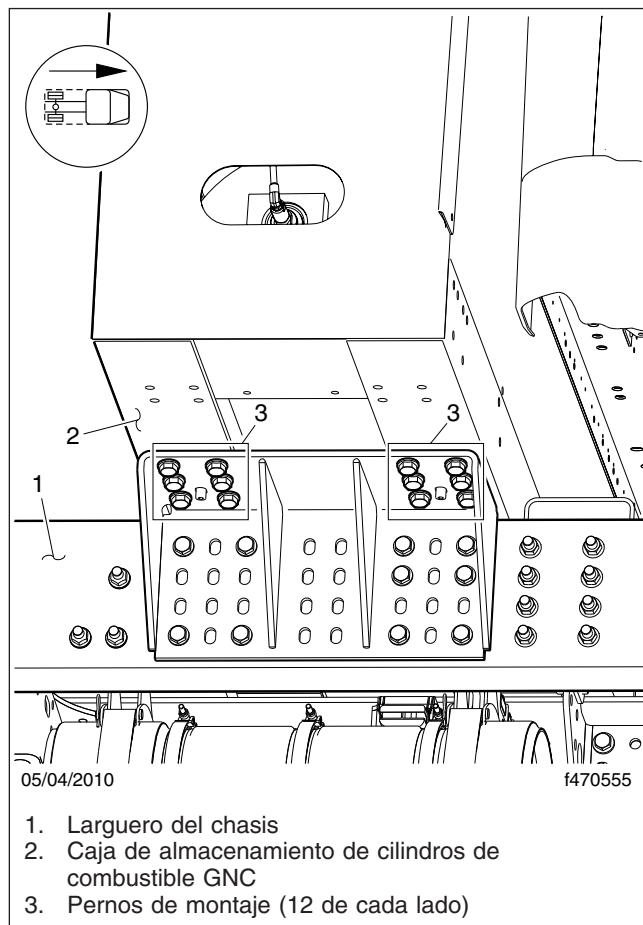

Figura 11, Soporte de montaje de la caja de almacenamiento de cilindros de combustible (lado del pasajero)
3. Asegúrese de que la caja de almacenamiento de los cilindros de combustible estén sujetos al chasis. Haga una inspección para ver si hay algún indicio de holgura. Si es necesario, apriete los pernos de montaje de la caja de almacenamiento a 160 lbf·ft (217 N·m). Vea la Figura 11.
NOTA: Durante la inspección inicial de preentrega (PDI), apriete los pernos de montaje de la caja de almacenamiento (que se muestran en la Figura 11) a 180 lbf·ft (244 N·m).